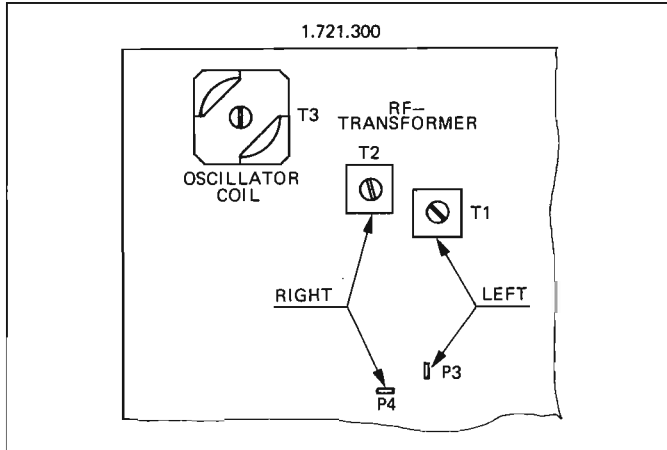

Fig. 5.4
- Frequenz an Messpunkt P3 oder P4 messen und mit der Oszillatorschleife T3 auf 105 kHz abgleichen (Fig. 5.4)